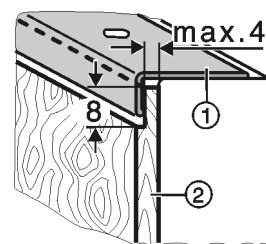

Fig. 40
► Декоративні пластини Fig. 40 (2) з різною товщиною сортувати по товщині з діапазоном макс. 4 мм як показано на рисунку.